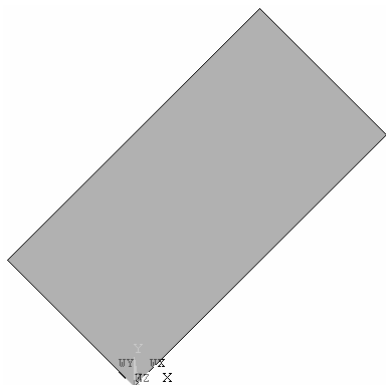

图 2-11 生成的矩形
(5) 图形界面出现一个矩形 (见图 2-11)。图的右下角有两个坐标系。其中旋转了  $45^\circ$  的坐标系为工作坐标系 (坐标轴用 WX、WY、WZ 表示), 未旋转的为全局坐标系 (坐标轴用 X、Y、Z 表示)。